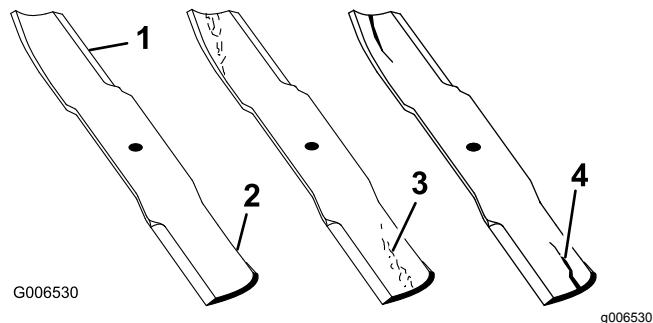

Figura 62
1. Controllate i taglienti (Figura 62). Se i taglienti non sono affilati o mostrano delle tacche, togliete le lame e affilatele. Vedere Affilatura delle lame.
2. Controllate le lame, in particolare l'area curva (Figura 62). In caso di danni, usura o scanalature nell'area (Figura 62), montate immediatamente una nuova lama.